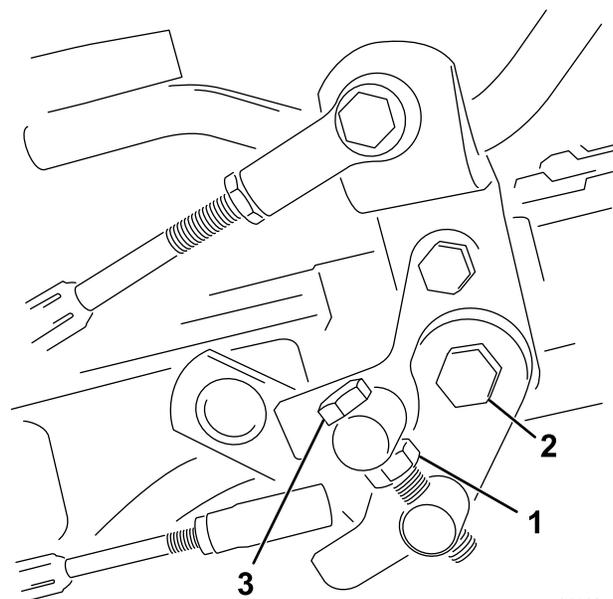

Рисунок 45
1. Ослабьте контргайку на болте цапфы (Рисунок 45).
4. Чтобы зафиксировать регулировку, затяните контргайку на болте цапфы и гайку на шарнире педали (Рисунок 45). Проверьте регулировку и при необходимости повторите ее.